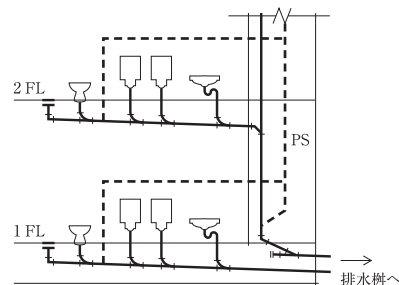

図 1
通気立て管は、可能な限り排水立て管の下部に接続して、通気が容易にできるようにしなければならない。最下階の排水横枝管より低い位置で、排水立て管に接続するか、または排水横主管に接続しなければならない（図 1 参照）。
【設問 1】 (1) 図 1 の解説図参照